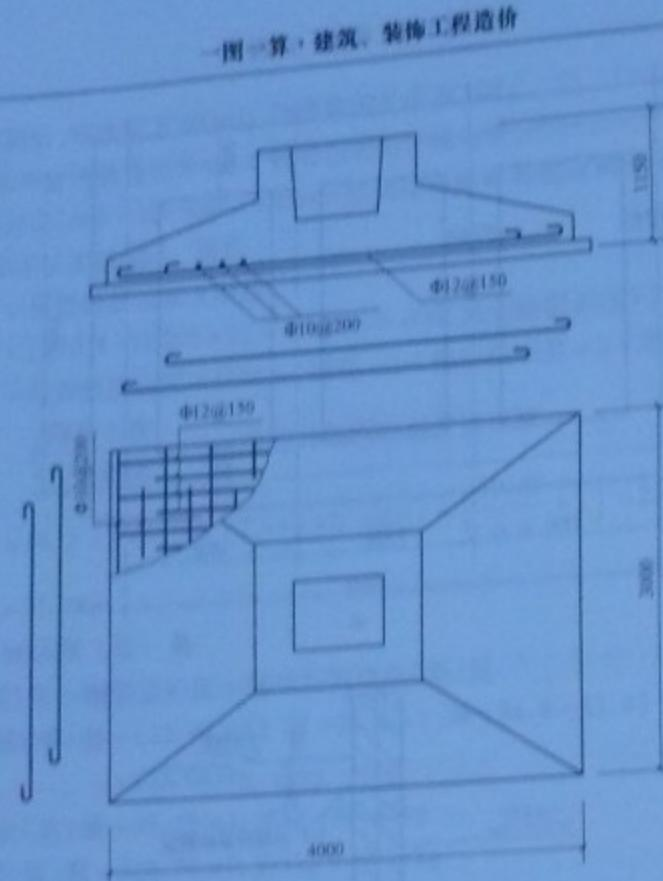

图 1-73 杯形基础
**【例 1-73】** 某建筑物钢筋混凝土独立基础(杯形基础共 24 只)如图 1-73 所示,计算图示钢筋用量。